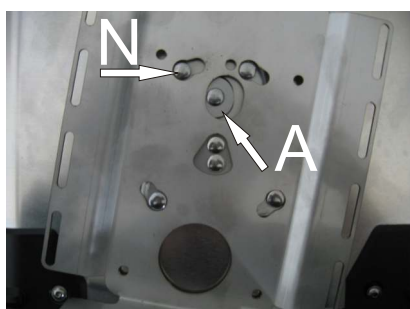

Bild 2
1. Nun können Sie den Zubehörhalter wie im Bild 2 zu sehen ist, mit den größeren Öffnungen der Langlöcher über die abstehenden Nieten (N) positionieren.
Indem Sie den Halter nun ein wenig gegen die Grundplatte drücken, wird die Arretierung (Bild 2)(A) nach hinten gedrückt und Sie können Ihren Halter nun **gegen** den Uhrzeigersinn drehen.
1.) Now you can position the accessory holder as shown in Fig. 2 with the larger openings of the elongated holes over the protruding rivets (N).
If you now push the holder gently against the base plate, the catch (A) (see Fig. 2) is pushed down and you can rotate the holder **anticlockwise**.